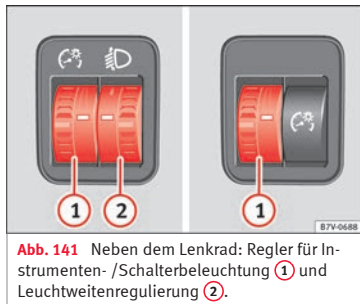

Abb. 141 Neben dem Lenkrad: Regler für Instrumenten- /Schalterbeleuchtung ① und Leuchtweitenregulierung ②.
① Instrumenten- und Schalterbeleuchtung
Bei eingeschaltetem Licht lässt sich die Helligkeit der Instrumenten- und Schalterbeleuchtung durch Drehen des Reglers »» **Abb. 141** ① regulieren.
② Leuchtweitenregulierung
Die Leuchtweitenregulierung »» **Abb. 141** ② passt je nach Einstellwert die Lichtkegel der Scheinwerfer stufenlos dem Beladungszustand des Fahrzeugs an. Dadurch hat der Fahrer bestmögliche Sichtverhältnisse und der Gegenverkehr wird nicht geblendet »» .
Zum Einstellen Regler »» **Abb. 141** ② drehen: